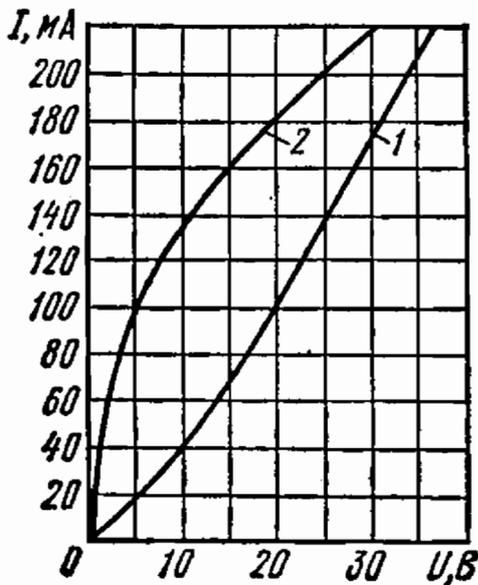

Рис. 2.1
2.1. Два нелинейных элемента (н. э.), ампер-вольтные характеристики (а. в. х.) 1 и 2 которых изображены на рис. 2.1, соединены последовательно.
2.4. Найти напряжения на каждом из двух последовательно соединенных н. э., а. в. х. которых показаны на рис. 2.1, если напряжение на входе схемы $U = 40 B$.